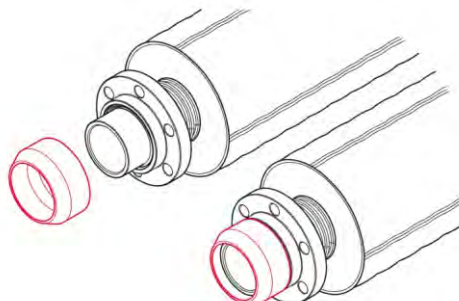

Рис. 3.7.6
6. Надеть на выступающий патрубок втулки графитовое кольцо широким концом по направлению к фланцу (рис. 3.7.6).